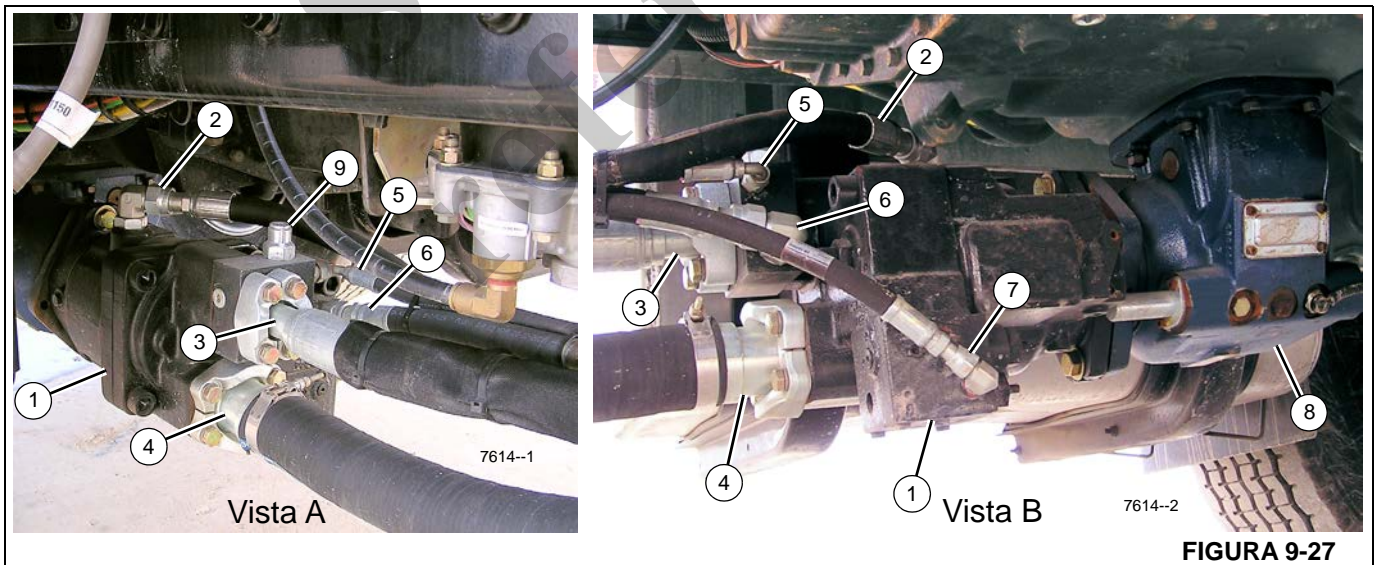

FIGURA 9-27
Vea la Figura 9-27 para los pasos siguientes.
La presión del sistema hidráulico es suministrada por una bomba hidráulica (1, Figura 9-27) que se monta en la toma de fuerza (TDF) (8) del camión.
10. Si se utiliza la configuración que se ilustra en la Figura 9-27, asegúrese de poner la lumbrera de vaciado de la caja (2) en el punto más alto sobre el nivel del suelo.
14. Quite las tapas contra polvo de las lumbreras de entrada y de salida de la bomba hidráulica e instale los adaptadores y líneas hidráulicas, como se ilustra en la Figura 9-27.
- NOTA:** La Figura 9-27, vista A, muestra el lado izquierdo (conductor) de la instalación de la bomba hidráulica y la vista B muestra el lado derecho (pasajero) de la instalación de la bomba hidráulica.